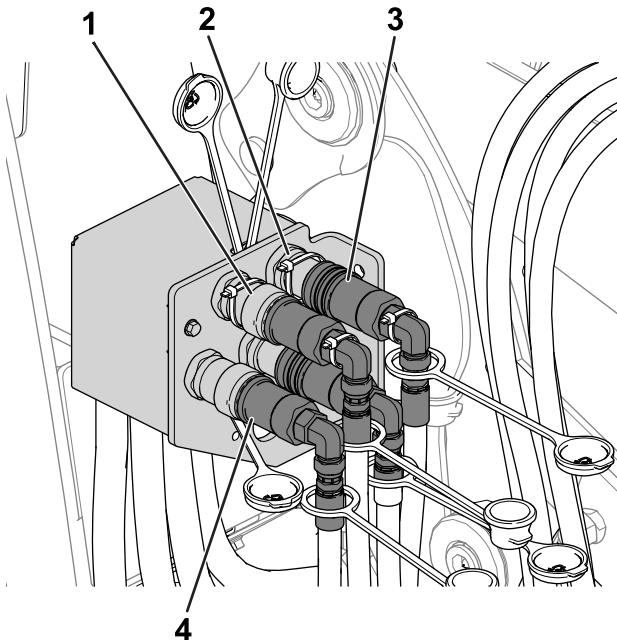

Figura 48
7. Realice los pasos siguientes para desconectar los acoplamientos hidráulicos (Figura 48):